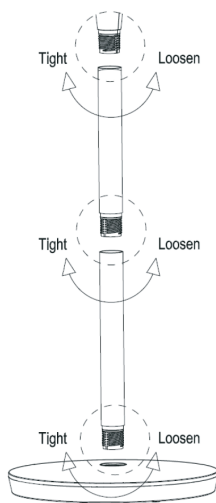
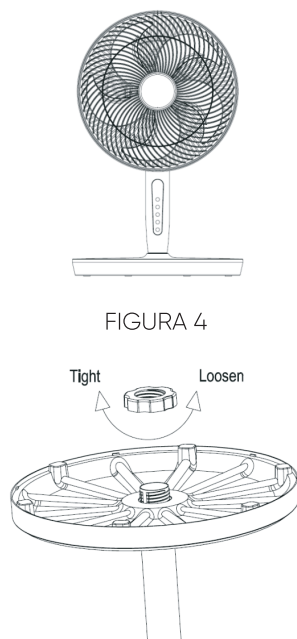

FIGURA 2
FIGURA 3
2. Allineare la base con il palo inferiore, quindi collegarli come mostrato nella Figura 2 e fissarli con il dado nella Figura 3.
3. Allineare il polo inferiore con il polo superiore e la testa del ventilatore, quindi collegarli in posizione come mostrato nella Figura 2.